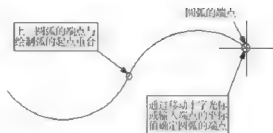

图 3-36
- (11) 继续(O): 使用该“继续”方式, 在绘制圆弧时与上一段圆弧相切, 继续绘制圆弧段只需提供端点即可, 如图 3-36 所示。